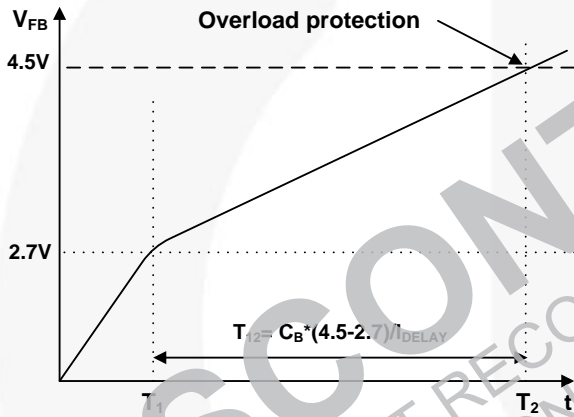

图 18. 过载保护
3.1 过载保护 (OLP): 过载定义为负载电流因意外异常事件而超过正常值。这种情况下, 应当触发保护电路, 从而保护 SMPS。然而, 即使 SMPS 运行正常, 在负载变化过程中也有可能触发过载保护电路。为了避免这种不理想的运行, 设计了过载保护电路, 在特定时间后会触发该电路, 以确定该情况是瞬态还是真的过载。由于逐脉冲限流能力, 通过 senseFET 的最大峰值电流受到限制, 因此, 可以通过给定输入电压限制最大输入功率。如果输出消耗的功率超过最大功率, 输出电压 (V_O) 将跌至设定电压以下。这会减小通过光电耦合器 LED 的电流, 同时减小光电耦合器晶体管电流, 进而增大反馈电压 (V_{FB})。如果 V_{FB} 超过 2.7V, D1 将被阻断, 并且 $5\mu A$ 的电流源极开始缓慢地将 C_B 充电至 V_{CC} 。在这种情况下, V_{FB} 继续增大, 直至达到 4.5 V, 此时终止开关操作, 如图 18 所示。关断延迟时间是指以 $5\mu A$ 电流将 C_B 从 2.7V 充电至 4.5V 所需的时间。一般情况下, 对于大多数应用而言, 该延时的典型值为 10 ~ 50 ms。该保护功能在自重启模式下实现。